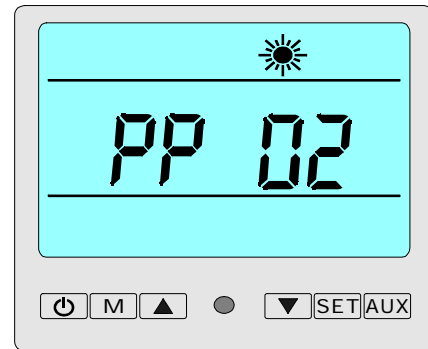

Figure 3-16
- Si le capteur de température est en court circuit ou circuit ouvert, il est jugé en panne et la PAC stoppe. Le message PP 02 est affiché (voir figure 3-16).